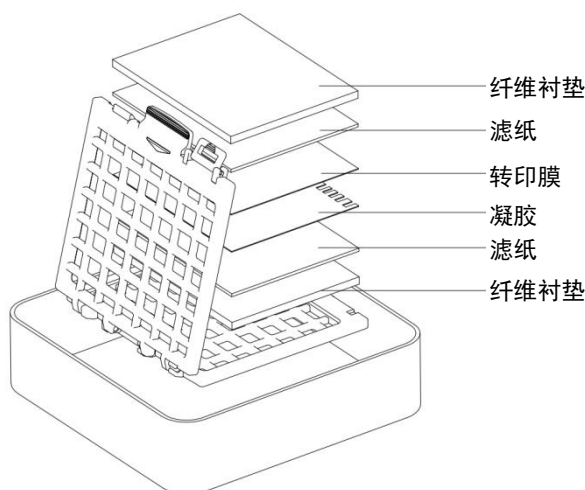

图 2 转印三明治组装示意图
- (1) 准备转膜缓冲液(将缓冲液冷却至 4°C 会有利于热量的扩散)
- (2) 准备转印膜、滤纸、纤维衬垫和凝胶：根据凝胶的尺寸裁剪转印膜和滤纸，请在操作时佩戴手套以避免对膜的污染。在转膜缓冲液中平衡凝胶，并将转印膜、滤纸和纤维衬垫浸泡在转膜缓冲液中(15 min~1 h，取决于凝胶厚度)；
- (3) 制备转印三明治：(参照图 2)